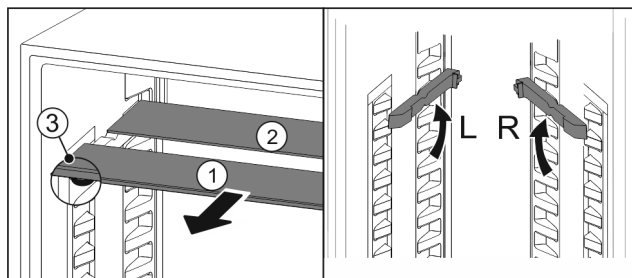

Fig. 92
- ▶ Húzza ki Fig. 92 (1) előre az üveglapokat egyesével.
- ▶ Az üveglap Fig. 92 (1) a díszléccel előre néz.
- ▶ Az ütközők Fig. 92 (3) lefelé mutatnak.